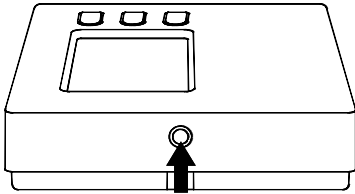

Fig. 3
**1** Empujar, con la ayuda de un destornillador, la lengüeta plástica situada en la rejilla ubicada en el lado izquierdo, hasta levantar levemente la tapa. (Fig. 3).